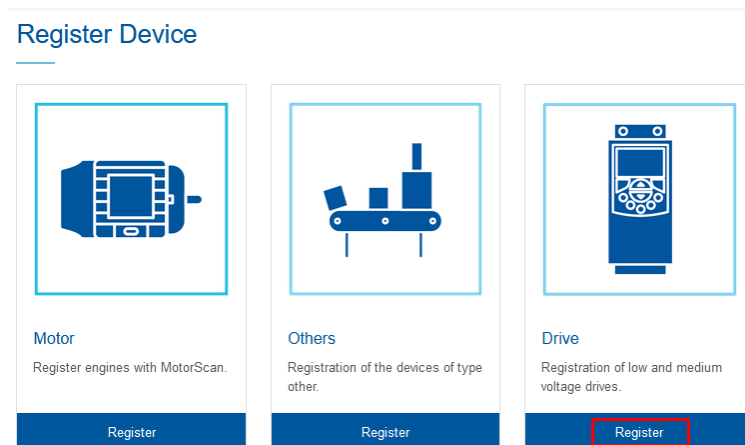

Figura 3.5: Agregando un drive
- Paso 4** Seleccione la opción “Drive” y haga clic en el botón “Registro”, conforme la Figura 3.5.